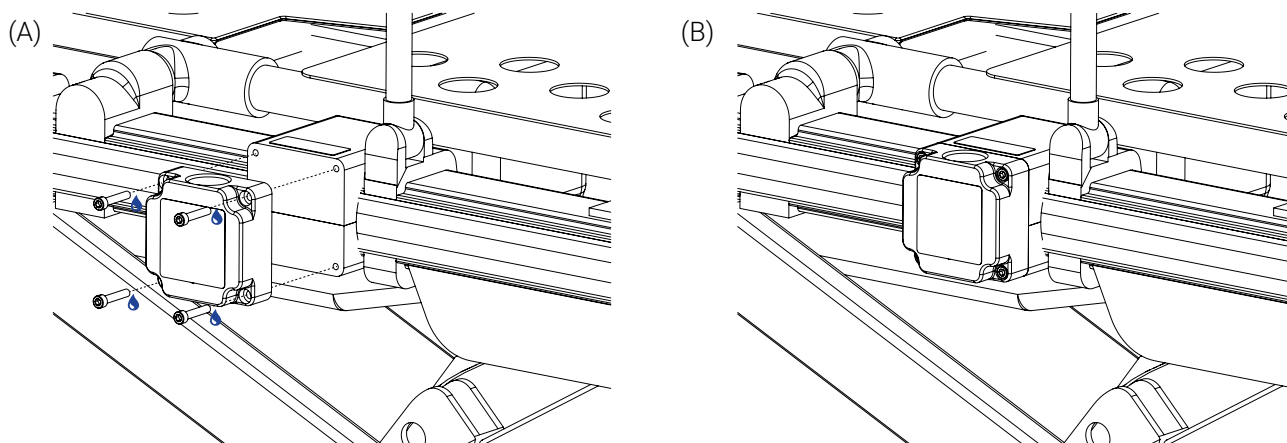

Figure 20: Installation du Bloc d'ancrage PPXT FQS sur le cadre de la civière
6. Placer le Socle AP sur le bloc d'ancrage, appliquer de l'adhésif frein-filet de force moyenne sur les quatre (4) vis à pan creux 10-32 po X 1 po, puis serrer à l'aide d'une douille à tête hexagonale 5/32 po (Figure 20).